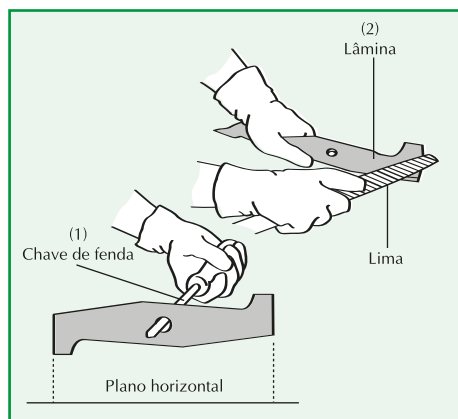

Figura 8
5. Certifique-se que a lâmina está balanceada. Utilize uma chave de fenda e mantenha a lâmina paralela ao plano horizontal, como mostra a Figura 8. Uma lâmina que está balanceada vai ficar paralela ao chão, caso contrário, o lado pesado irá girar em direção ao chão. Afie o lado pesado até a lâmina ficar equilibrada.